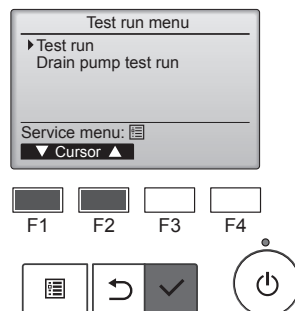

Fig. 7-2
- (2) Välj "Test run" (Testkörning) från menyn Testkörning och tryck på [VÄLJ]. (Fig. 7-2)
- (3) Testkörningen startar och skärmbilden Testkörning visas.